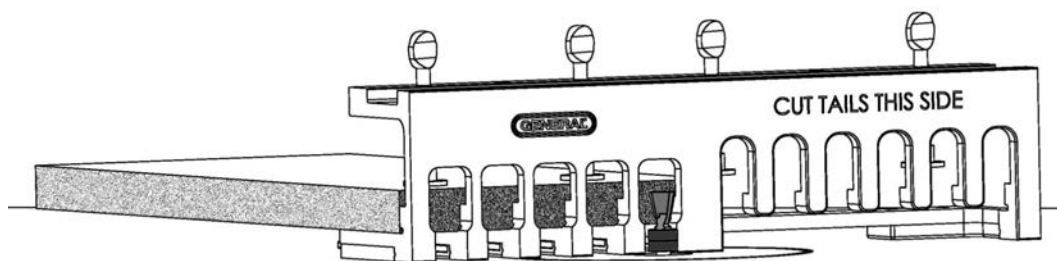

FIG. 13
10. Effectuez toutes les coupes dans la planche des goujons. Pour ces coupes, la toupie devrait se déplacer sur la surface marquée « Cut Pins This Side », illustrée aux FIGS. 13 et 14. Assurez-vous de suivre le profil du gabarit.